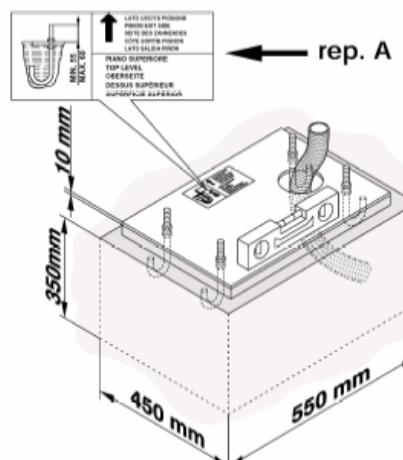
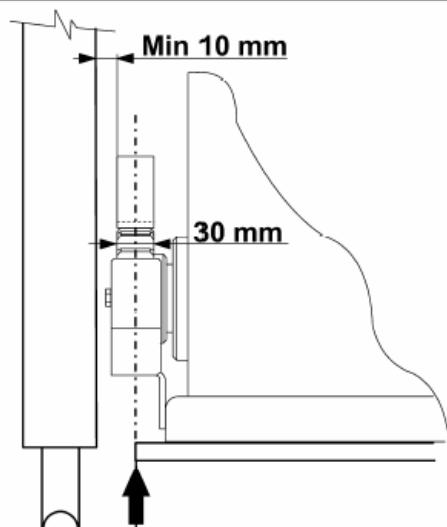

Fig. 4
Fig. 5
1) De funderingsplaat moet worden geplaatst zoals op fig. 4. Voor de plaatsingsmaten, zie fig. 5.
- 2) Assembleer de funderingsplaat zoals op fig. 4 ref. A.
- 3) Maak een funderings sokkel met de afmetingen die worden aangegeven op fig. 4 en metsel de funderingsplaat in met één of meer buizen voor elektriciteitskabels.
- 3) Stel de hoogte van de pootjes af door de motorvertraging 1 cm boven de plaat op te tillen, en de afstand tot de poort zoals op fig. 5 en 9.
**Belangrijk:** om de tandheugel aan de vleugel te bevestigen moeten speciale steunen worden gemaakt, overeenkomstig het type poort dat geautomatiseerd moet worden. Op fig. 10 is een voorbeeld van een "L"-vormige steun te zien. Voor de plaatsing van de steunen, zie fig. 5 en 9.